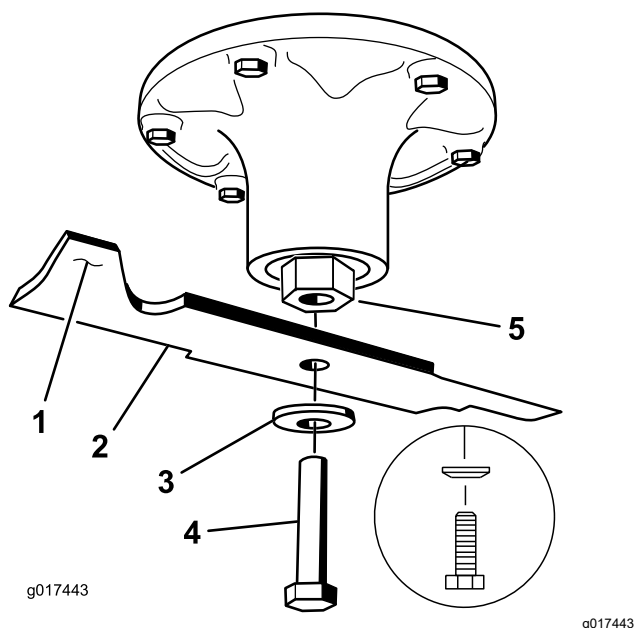

Figura 74
2. Retire a cavilha da lâmina, a anilha curva, e a lâmina do eixo (Figura 74).
1. Instale a lâmina no eixo (Figura 74).
2. Instale a anilha curva e o parafuso da lâmina (Figura 74).